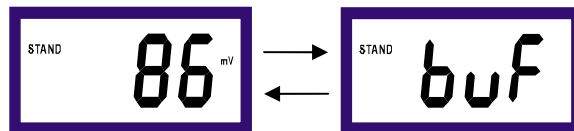

图 7-5
1、电极清洗干净,并用滤纸吸干水分,将电极插入第一标准缓冲液中(86mV),轻轻搅拌几下。等控制器显示数值稳定后,按 CAL 键,仪表有测量数字闪烁,且屏幕左上角有 STAND 显示,仪表显示如图 7-5 所示: